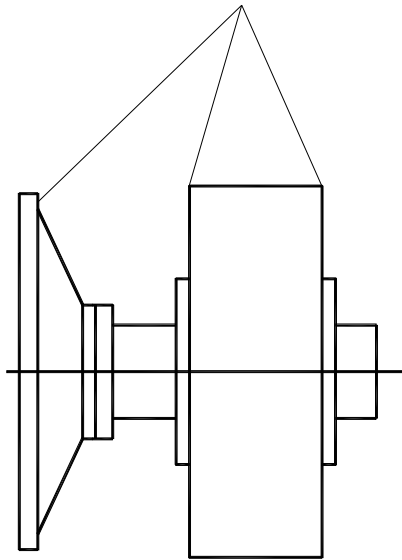

图1-9
3. 3. 1. 2 按图 1-9 将输出轴组件水平吊起(可